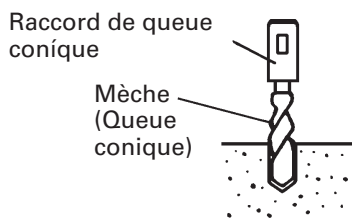
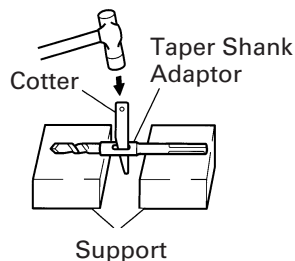

Fig. 12
Fig. 13
- (1) Installer la mèche à queue conique dans le raccord de queue conique. (Fig. 12)
- (2) Mettre l'appareil sous tension et percer un trou de base.
- (3) Après avoir retiré la poussière avec une seringue, fixer le mandrin à la pointe du sabot et l'enfoncer dans le sabot avec un marteau.
- (4) Pour retirer la mèche à queue conique, insérer une clavette dans la fente du raccord de queue conique et frapper sur la clavette avec un marteau. (Fig. 13)